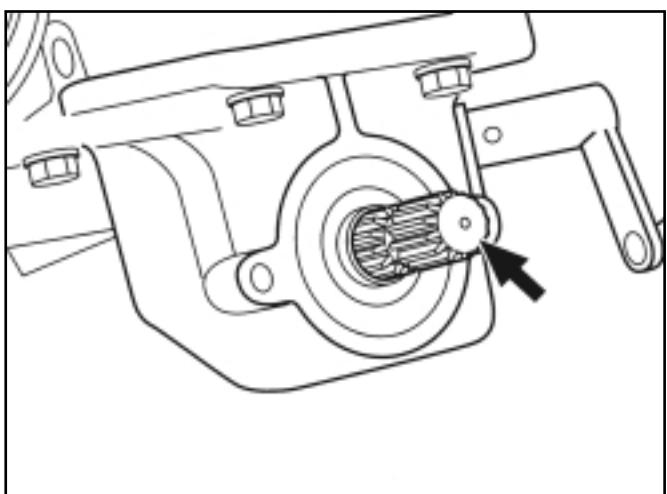

FIG. 50 / ABB. 50 / FIG. 50
La prise de force ventrale (Fig. 50) est logée sous le tracteur et orientée vers l'avant. Cet accessoire peut être monté pour actionner un accessoire monté au milieu ou à l'avant du tracteur. Un axe de 25,4 mm avec 15 rainures ou de 35 mm avec 6 rainures peut être monté.
Die mittlere Zapfwelle (Abb. 50) befindet sich auf der Unterseite des Traktors und weist nach vorn. Diese Sonderausstattung kann installiert werden, um gewisse front- oder mittenmontierte Anbaugeräte anzutreiben. Diese Zahnwelle hat entweder einen Durchmesser von 25,4 mm und 15 Zähne oder einen Durchmesser von 35 mm und 6 Zähne.
De middenaftakas (Fig.50) is een as die naar de voorkant van de tractor gericht is en die zich aan de onderkant van de tractor bevindt. Deze optie kan worden aangebracht om bepaalde werktuigen te gebruiken die in het midden of aan de voorkant van de tractor gemonteerd moeten worden. Hiervoor wordt een 25,4 mm dikke as met vijftien gleuven gebruikt of ook een 35 mm dikke as met zes gleuven.
NOTE: Quand vous disposez d'une prise de force au milieu et que le levier (2) dans la Fig. 50 est dans la position "540 tr/min", les 2 prises de force vont travailler simultanément une fois que vous aurez actionné le contacteur (1).
HINWEIS: *Bei eingebauter mittlerer Zapfrolle (Abb. 50) mit dem Heckzapfwellenhebel (2) in der vorderen Stellung (540 min-1) beginnen beide Wellen zu drehen, wenn der Zapfwellenschalter (1) in Einschaltstellung gebracht wird.*
OPMERKING: *Wanneer de middenaftakas geplaatst is en de hendel voor de achteraftakas (2) in Fig.50 in de "540"-stand (naar voren) staat, treden zowel de middenaftakas als de achteraftakas tegelijkertijd in werking wanneer u de schakelaar (1) aanzet.*